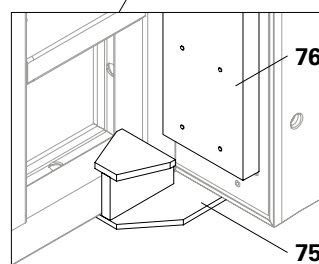

Fig. A9.06a
1. Poser 2 éléments (10) perpendiculairement sur le sol dans un verrou de fondation (75).
2. Clouer le panneau de butée (76) sur la peau coffrante
3. Poser le verrou de fondation (75) sur l'arête du bord de l'élément sur l'élément saillant.
- L'entretoise supérieure s'appuie sur l'élément. (Fig. A9.06a)
Les verrous de fondation – 4x en haut et 4x en bas – s'appuient-elles sur les éléments ? (Fig. A9.06a)